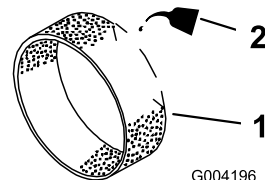

図 19
3. 乾いたらエンジンオイルを 60 ccほど含ませる(図 19)。